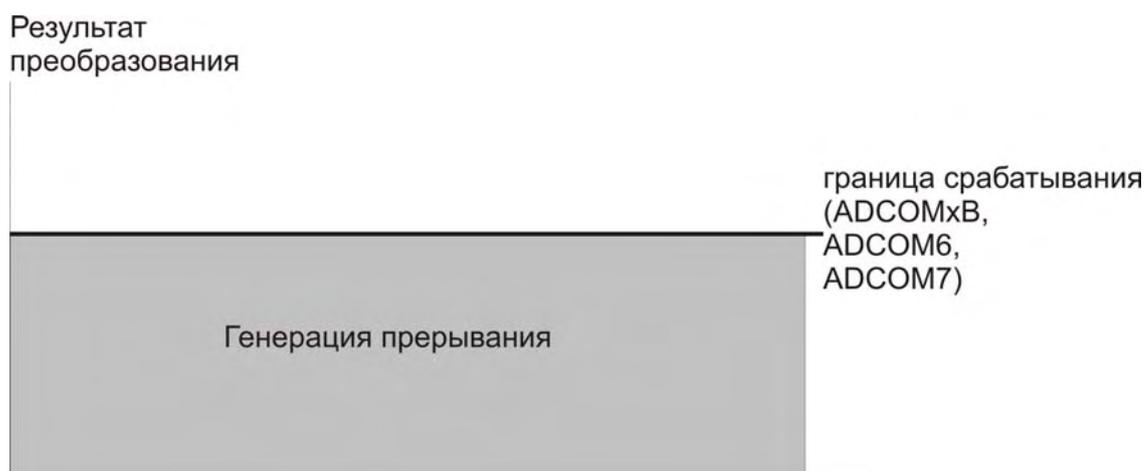
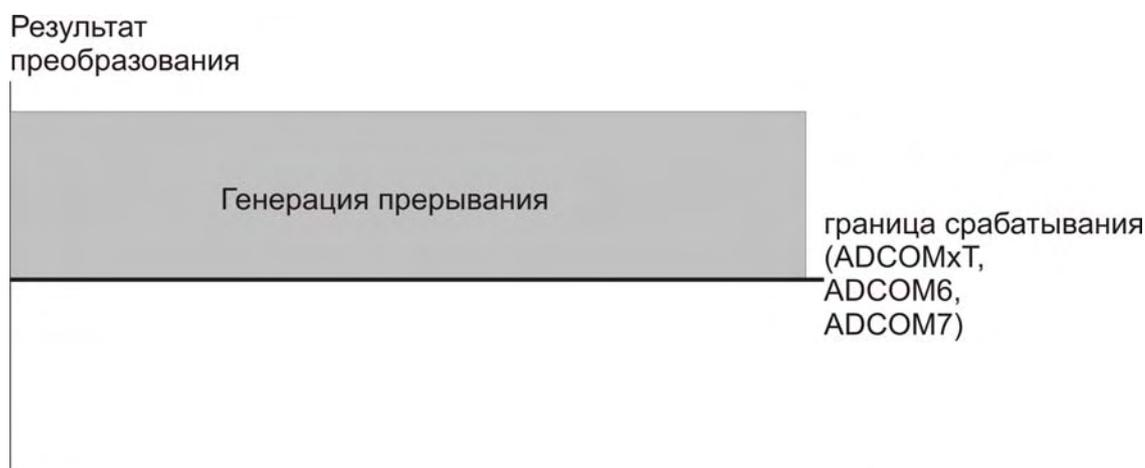

Рисунок 16.17 – Срабатывание компараторов по нижней границе
Рисунок 16.18 – Срабатывание компараторов по верхней границе
- генерация прерывания в случае, если результат преобразования меньше, либо равен заданному значению (рисунок 16.17);
- генерация прерывания в случае, если результат преобразования больше, либо равен заданному значению (рисунок 16.18);
ADXCTL	Биты управления типом отслеживаемых событий цифровым компаратором для АЦП: 00 – срабатывание компаратора по нижней границе (рисунок 16.17); 01 – срабатывание компаратора по верхней границе (рисунок 16.18); 10 – срабатывание компаратора по выходу из диапазона (рисунок 16.20, только для АЦП 0 – 5); 11 – срабатывание компаратора по попаданию в диапазон (рисунок 16.19, только для АЦП 0 – 5)
Биты ADXINTEN разрешают генерацию прерывания соответствующим компаратором в блоке цифровых компараторов. Для разрешения надо записать единицу в нужный бит. Флаги ADXFLAG показывают, условия какого компаратора сработали. Так как по умолчанию после сброса все компараторы настроены на фиксацию момента выхода за пределы или равенства результата преобразования нижней границы (рисунок 16.17), а значение результатов всех преобразований и значения нижних границ в начальный момент равно 0000h, то биты AD0FLAG и AD4FLAG автоматически после сброса устанавливаются в состояние логической единицы.